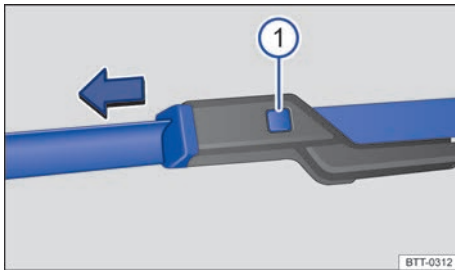

Fig. 149 Substituir as palhetas dos limpadores do para-brisa.
- Manter o botão de destravamento → Fig. 149 ❶ pressionado e, ao mesmo tempo, retirar a palheta do limpador do para-brisa no sentido da seta.